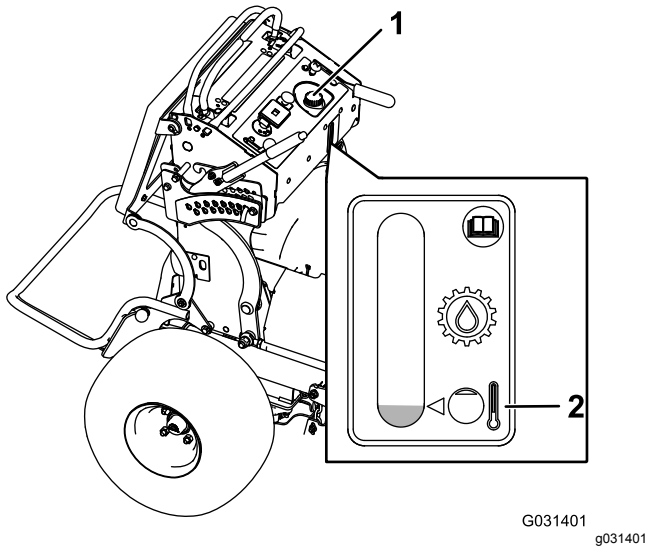

Bild 15
6. Reinigen Sie den Bereich um den Füllstutzen und den Deckel des Hydraulikbehälters (Bild 15).
7. Nehmen Sie den Deckel vom Füllstutzen des Behälters ab und füllen Sie Hydrauliköl nach, bis der Füllstand die Füllstandsmarkierung erreicht hat (Bild 15).